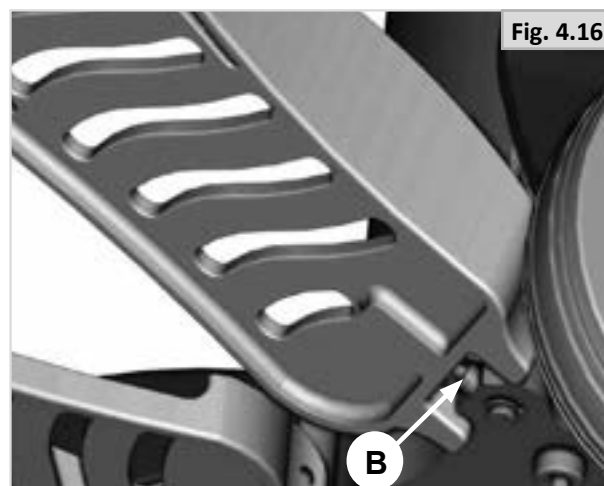

Fig. 4.16
- Vipp opp fotplaten for å få tilgang til skruen som brukes til å justere vinkelen (B-Fig. 4.16).
- Skru opp de fire boltene (A).
- Vri på skruen B (Fig. 4.16) for å justere høyden på fotplaten.
- Stram de fire boltene (A).